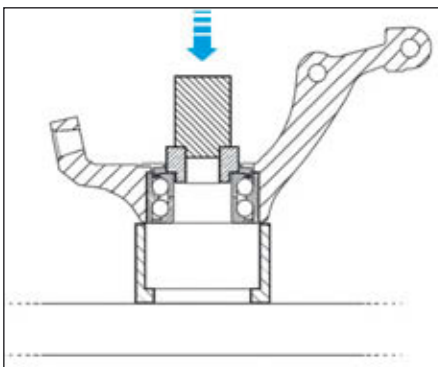

FIG.14
- À l'aide d'une presse, extraire la bague intérieure du roulement avec un mandrin de $\varnothing 57\text{mm}$ (Fig.14).